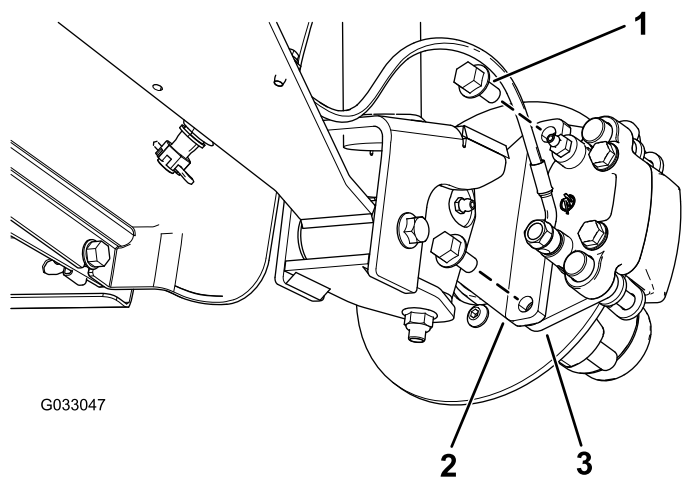
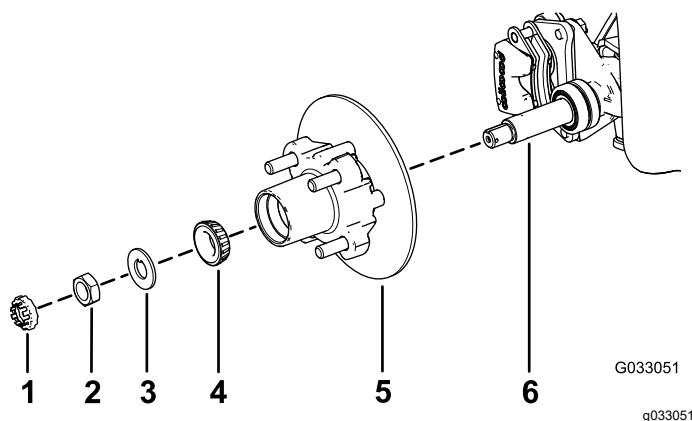

Figura 27
Figura 31
3. Retire os parafusos de cabeça 1/2 flangeada (3/8 x 3/4 pol.) que prendem o suporte para o conjunto dos travões ao eixo e afaste o travão do eixo (Figura 27).
1. Aplique uma leve camada do lubrificante especificado no eixo (Figura 31).
2. Monte o cubo e o rotor no eixo com o rotor interior (Figura 31).
3. Monte o rolamento exterior no eixo e coloque o rolamento na correia exterior (Figura 31).
4. Monte a anilha com patilha no eixo (Figura 31).
5. Enrosque a porca do eixo no eixo e aperte a porca com 15 N·m, enquanto roda o cubo para assentar o rolamento (Figura 31).
2. Alinhe as pastilhas dos travões com cada lado do rotor (Figura 27) e os orifícios no suporte da pinha com os orifícios na montagem dos travões da estrutura do eixo (Figura 31).
3. Prenda o suporte da pinha à estrutura do eixo (Figura 27) utilizando os dois parafusos de cabeça flangeada ($\frac{3}{8} \times \frac{3}{4}$ pol.)